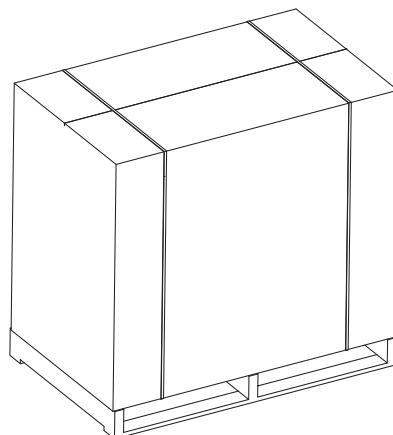
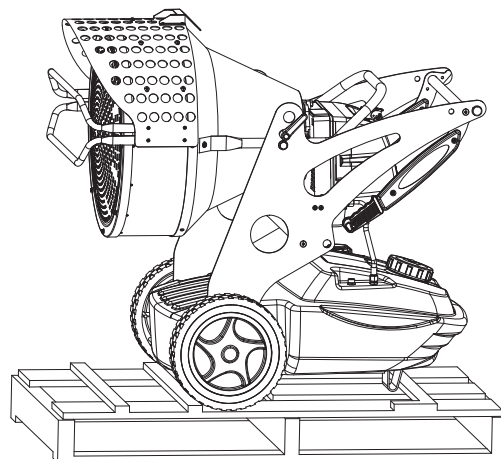

Figure 1 - Emballage
Figure 2 - Sur la palette
- Éliminer les supports utilisés pour emballer l'appareil (Fig. 1).
- Enlever les supports qui bloquent le générateur sur la palette (Fig. 2).
- Fixer solidement le générateur sur la plate-forme (Fig. 2).
- Lorsque c'est possible, placer l'emballage en carton depuis le haut sur la plate-forme en le fixant avec des matériaux ad hoc (Fig. 1).
- Stocker la machine dans un endroit adapté et non humide, et ne pas placer plus de deux machines l'une sur l'autre. Expédier le générateur comme sur la Fig. 1, ou du moins la Fig. 2.